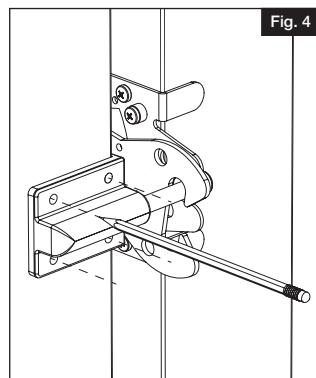

Fig. 4
- b. Marcar los agujeros guía a través de los agujeros para tornillo (Fig. 4).